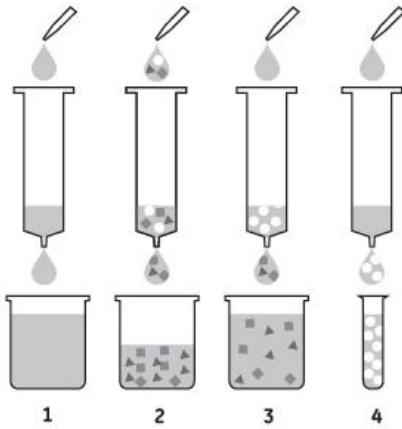

图 1. 使用 rProtein A Beads 重力柱纯化蛋白流程示意图
**rProtein A Beads 重力柱** 使用请参考以下说明，各溶液用量均按照柱体积计算（例如：2 个柱体积，1 ml 规格对应为 2 ml 溶液，5 ml 规格对应为 10 ml 溶液）。整个纯化流程大约需要 30 min（主要取决于样品体积和溶液的粘稠性），操作快捷。使用流程请参考图 1。